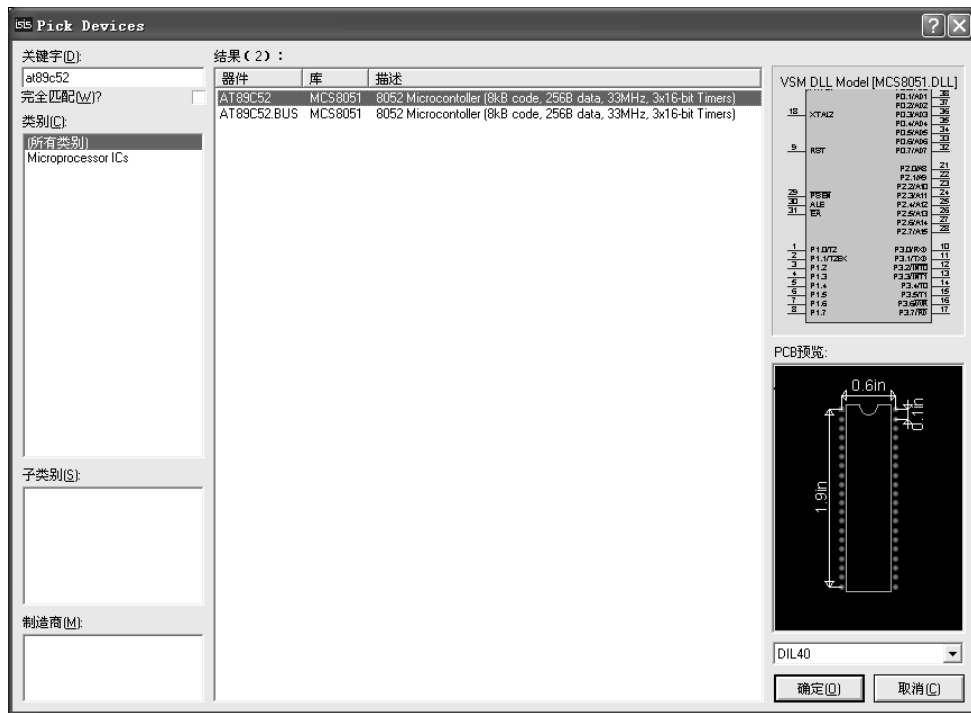

图 1-4 “Pick Devices”对话框
(2) 设置图纸尺寸。单击“系统”→“设置图纸大小”命令，在弹出的 Sheet Size Configuration 对话框中选择 A4 图纸尺寸或自定义尺寸后单击“确定”按钮。
(3) 设置网格。单击“查看”→“网格”命令，显示网格（再次单击，不显示网格）。单击“查看”→Snap xxth（或 Snap x.xin），可改变网格单位，默认为“Snap 0.1in”。
(4) 保存设计文件。单击“文件”→“保存设计”，在弹出的“保存 ISIS 设计文件”对话框中指定文件夹、输入文件名“点亮一个 LED”并选择保存类型为“设计文件 (*.DSN)”后单击“保存”。
(5) 选取元器件。从 Proteus 元器件库中选取元器件 AT89C52（单片机），AT89S52 可用 AT89C52 代替。单击模式选择工具栏“元件”按钮，单击“器件选择”按钮，在弹出的“Pick Devices”（选取元器件）对话框的“关键字”栏中输入元器件名称 AT89C52（也可以是分类、小类、属性值），与关键字匹配的元器件“AT89C52”显示在元器件列表（结果）中。双击选中的元器件 AT89C52，便将所选元器件 AT89C52 加入到对象选择器窗口，单击“确定”完成元器件选取，如图 1-4 所示。